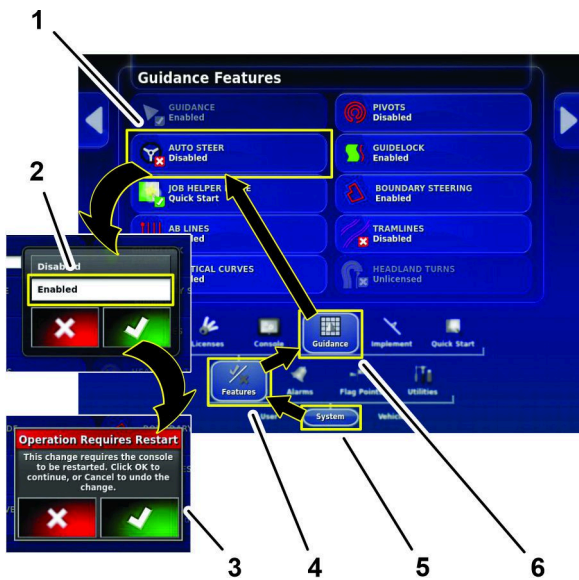

Figura 158
3. Pulse los iconos SYSTEM (Sistema), FEATURES (Características), y GUIDANCE (Guiado) (Figura 158).
4. Pulse el icono AUTOSTEER  (Figura 158).
5. En el cuadro de diálogo, pulse el icono ENABLE (Habilitar) y pulse el icono de confirmación (Figura 158).
6. Si la operación requiere el cuadro de diálogo Restart (Reinicio), pulse el icono de confirmación (Figura 158).